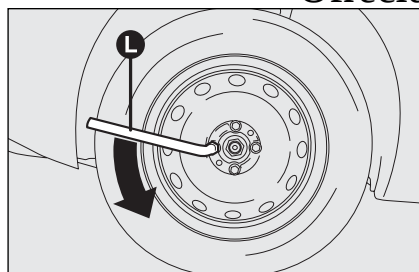

fig. 6
- ☐ afloje de una vuelta los tornillos de fijación, utilizando la llave en dotación **L**-fig. 6; en los coches dotados de llantas de aleación, zarandee el coche para que el embellecedor se separe más fácilmente del buje de la rueda;